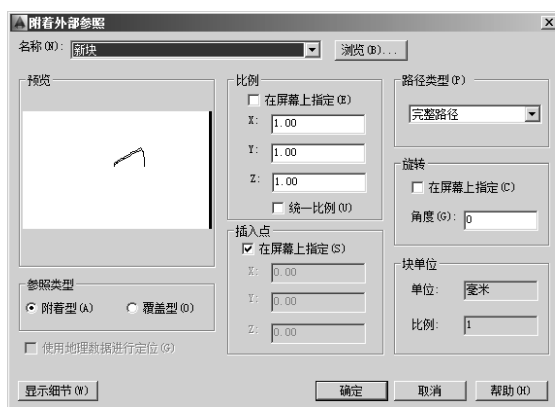

图 6-32 “附着外部参照”对话框
1) 通过“选择参照文件”对话框选择要附着文件并单击“打开”按钮后，程序将会弹出“附着外部参照”对话框。用户可以在此为图形选择外部参照，还可以指定外部参照的类型是附着型还是覆盖型，以及参照图形的比例、插入点、路径类型、旋转角度、块单位等选项，如图 6-32 所示。